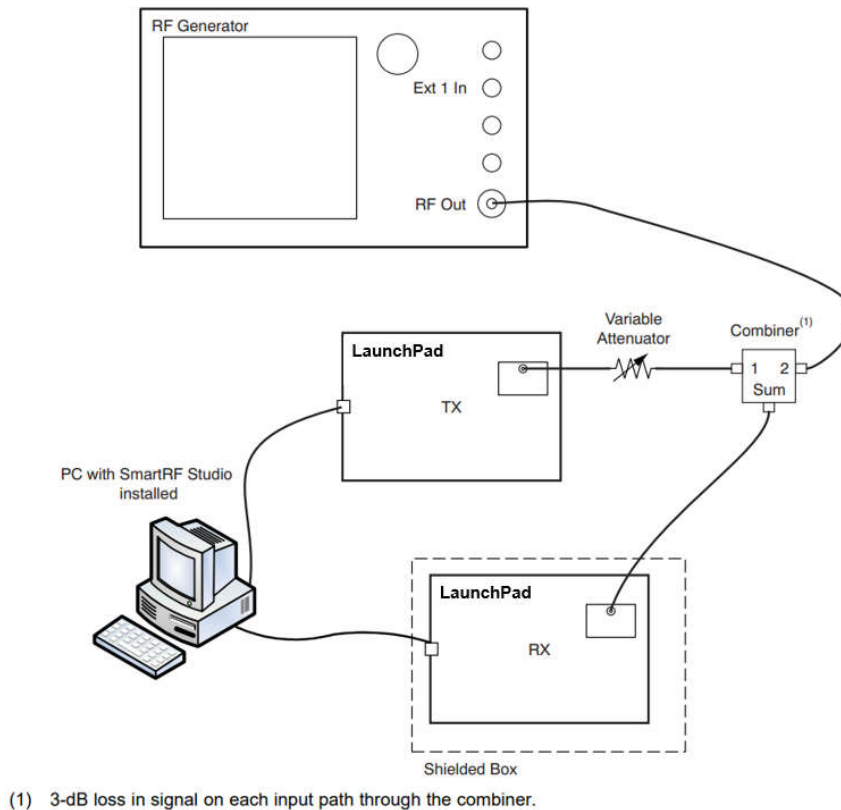
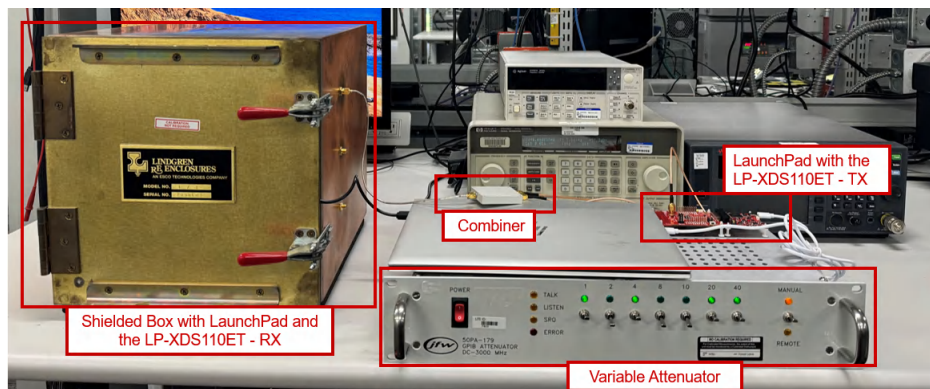
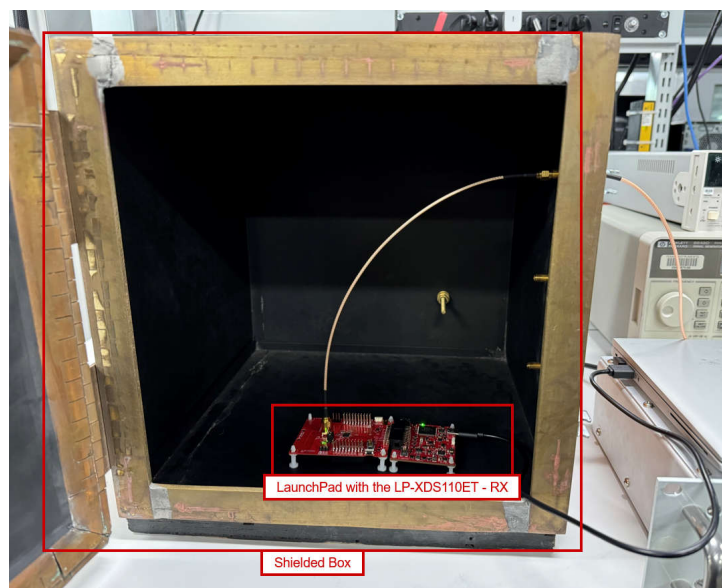
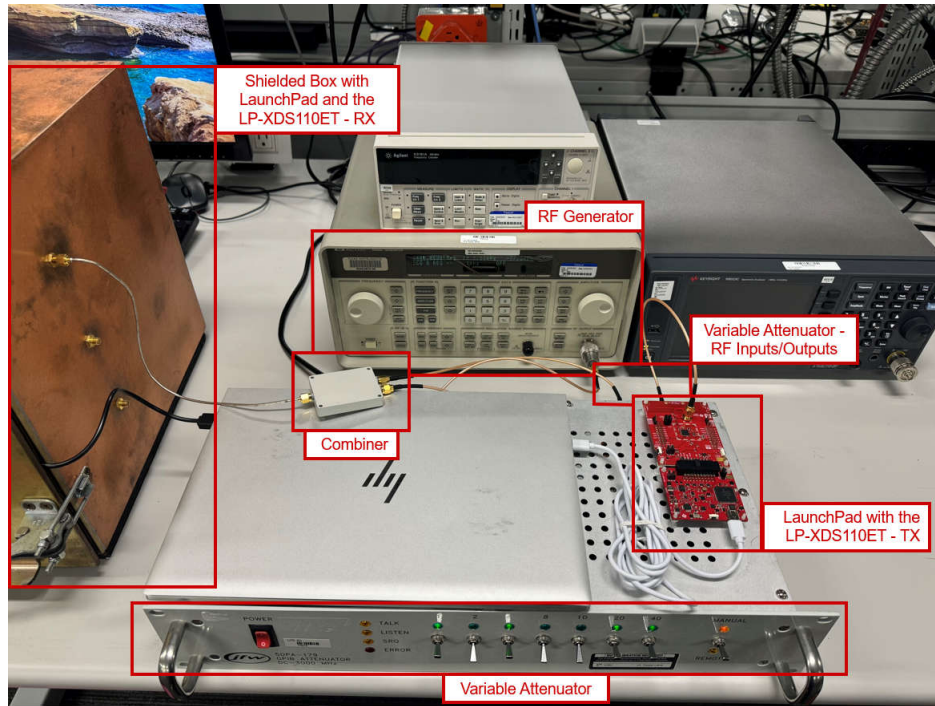

图 8-9. 使用射频发生器的干扰测试设置示意图
图 8-10. 使用射频发生器的干扰测试工作台设置 - 概述
图 8-11. 使用射频发生器的干扰测试工作台设置 - 屏蔽箱
图 8-12. 使用射频发生器的干扰测试工作台设置 - TX 连接。
测试环境：图 8-9 展示了使用射频发生器的干扰测试设置。
- 第 1 步：如图 8-9、图 8-10、图 8-11 和图 8-12 所示，连接仪器。